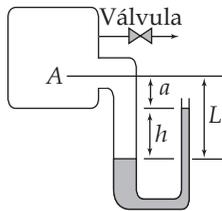

Figura Ep1.47
**Ep1.47** Um manômetro em U foi construído com tubos cujos diâmetros são desiguais. Veja a Figura Ep1.47. O diâmetro maior é igual a 10 mm, e o menor, igual a 5 mm. Considere que o fluido manométrico é mercúrio com densidade relativa igual a 13,55 e que se pretende usá-lo para determinar a pressão de ar. Se o desnível observado no manômetro for igual a 120
**Ep1.49** Um manômetro em U foi construído com tubos cujos diâmetros são desiguais. Veja a Figura Ep1.47. O diâmetro maior é igual a 15 mm, e o menor, igual a 5 mm. Considere que o fluido manométrico é mercúrio